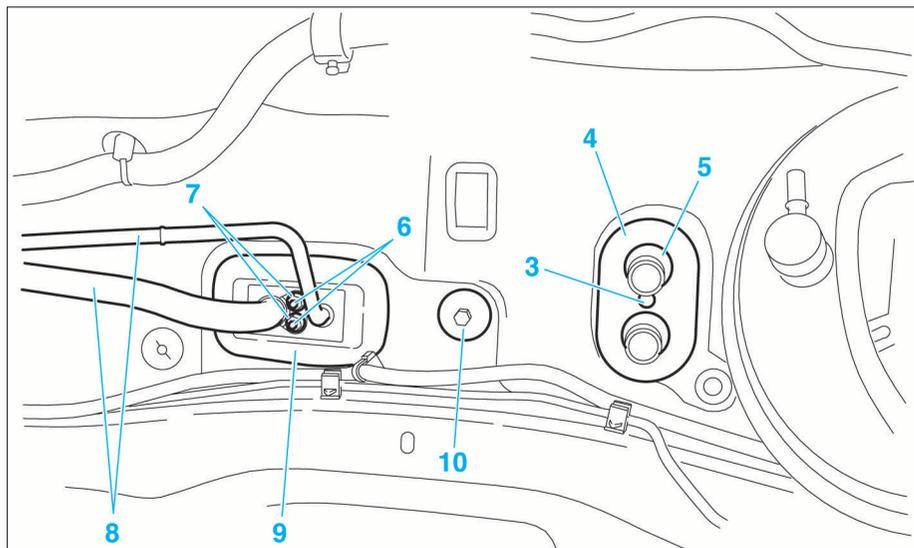

FIG. 22
- Déposer la vis (3) (Fig.22).
- Déposer la plaque de maintien (4) puis le joint d'étanchéité (5).
- A l'aide d'une douille Torx (Facom RTX4), maintenir l'extrémité des goujons (6) puis dévisser les écrous (7) à l'aide d'une clé plate de 10 mm.
- Dégager les canalisations (8) des brides de maintien sur le moteur et sur l'aile avant.
- Désaccoupler les canalisations du détendeur avec le joint d'étanchéité (9) en tirant dans l'axe du détendeur.
- A l'aide d'une douille Torx (Facom RTX4), maintenir l'extrémité des goujons (6) puis dévisser les écrous (7) à l'aide d'une clé plate de 10 mm (Fig.22).